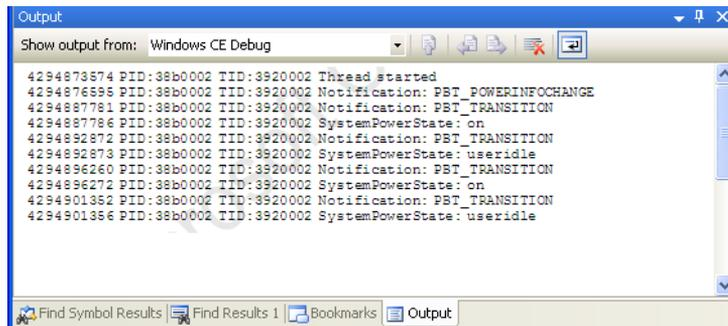

Abbildung 3.12 Empfangene Benachrichtigungen der Energieverwaltung
- Benutzeraktivität wird durch Bewegen des Mauscurors generiert. Der Power Manager sollte die Anwendung nach fünf Sekunden Inaktivität benachrichtigen (siehe Abbildung 3.12).